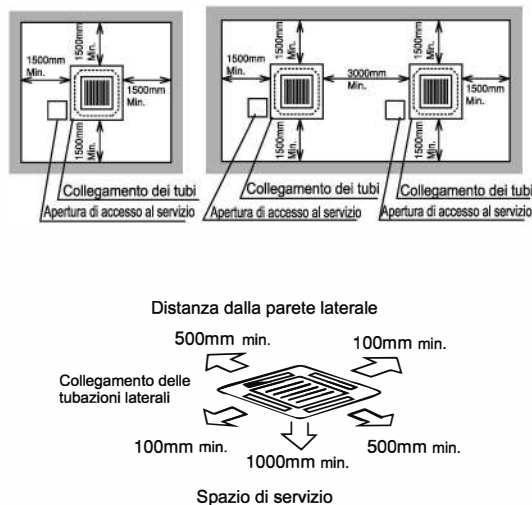

Fig. 3.1 Spazio intorno all'unità interna
- Installare l'unità interna con un adeguato spazio intorno ad essa per le operazioni di funzionamento e manutenzione, come mostrato nella Fig. 3.1.